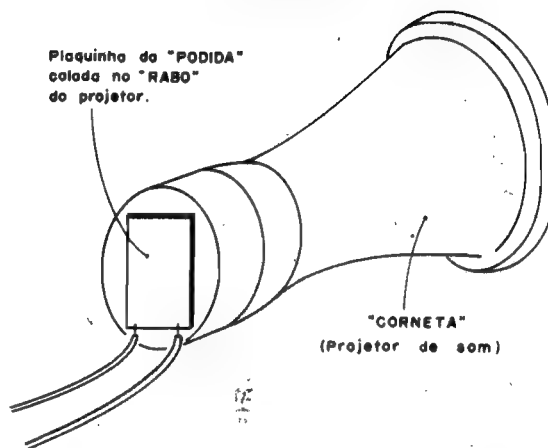

Fig.5
- FIG. 5 - SUGESTÃO PARA ACOMODAÇÃO FINAL